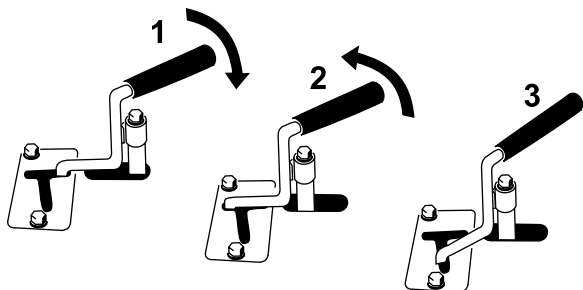

Figura 12
- Para accionar un accesorio hidráulico en dirección hacia adelante, gire la palanca del sistema hidráulico auxiliar hacia atrás y presiónela hacia abajo, hacia la barra de referencia (Figura 12, número 1).
- Para accionar un accesorio hidráulico en dirección hacia atrás, gire la palanca hidráulica auxiliar hacia atrás y luego muévala hacia la izquierda, a la ranura superior (Figura 12, número 2).
Nota: Si usted suelta la palanca cuando está en posición HACIA ADELANTE, la palanca vuelve automáticamente a la posición de PUNTO MUERTO (Figura 12, número 3). Si está en la posición de MARCHA ATRÁS, permanecerá allí hasta que usted la saque de la ranura.